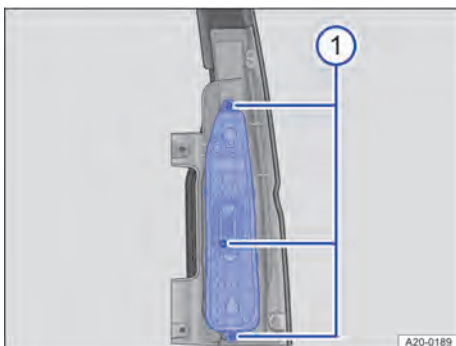

Abb. 195 An der Rückleuchte: Lampenhalter abnehmen.
2. Befestigungsschrauben mit dem Schraubendreher lösen → Abb. 195 ①. Gegebenenfalls passende Wechselklinke einsetzen.
3. Lampenhalter abnehmen → Abb. 195.
1. Lampenhalter vorsichtig in die Rückleuchte einsetzen → Abb. 195.
2. Lampenhalter mit den Befestigungsschrauben an der Rückleuchte festdrehen → Abb. 195 ①.